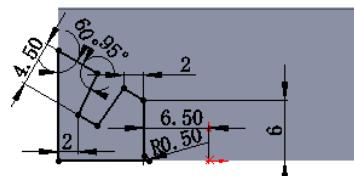

图 6.7 横断面草图
- ② 定义横断面草图。在草图环境中绘制图 6.7 所示的横断面草图。
(3) 定义切除深度属性。在“切除一拉伸”对话框的**方向1**区域中选中**与厚度相等(L)**复选框与**正交切除(N)**复选框。其他采用系统默认设置值。